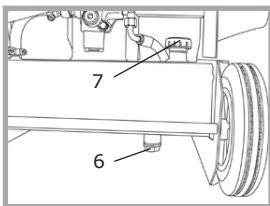

Abb. 10
Die Ablassschraube (6) befindet sich an der Unterseite vom Öltank. Die Einfüllschraube (7) befindet sich auf der rechten Oberseite des Tanks (siehe Abb. 10).